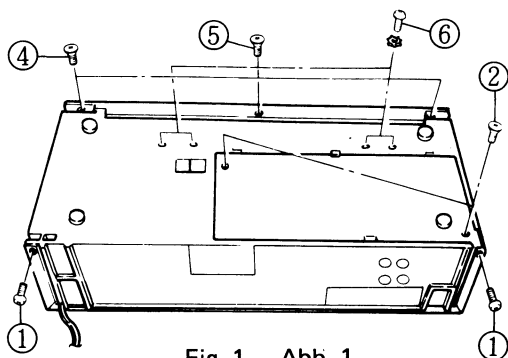
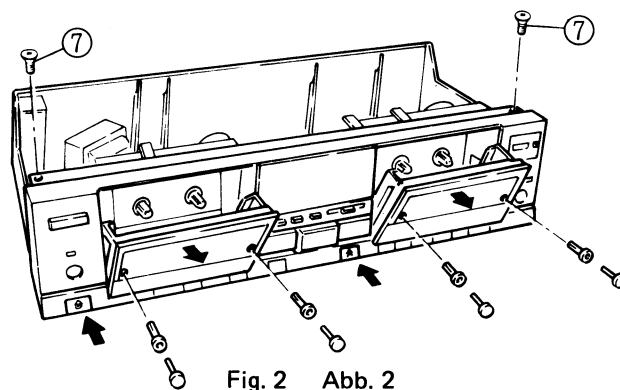
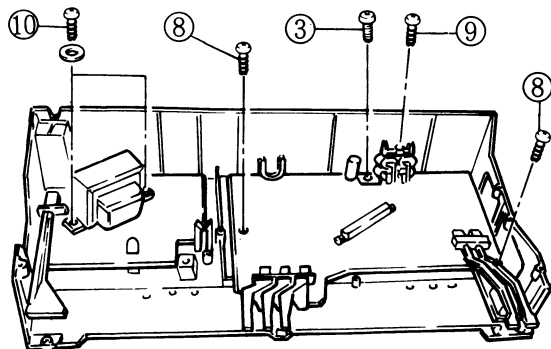

Fig. 1 Abb. 1
Fig. 2 Abb. 2
Fig. 3 Abb. 3
1. **Top Cover (Fig. 1)**
2. **Bottom Cover (Fig. 1 and Fig. 3)**
3. **Cassette Lid (Fig. 2)**
4. **Front Panel and Cassette Chassis (Fig. 1 and Fig. 2)**
5. **Main P.W. Board (Fig. 3)**
6. **Power P.W. Board (Fig. 3)**
1. **Obere Abdeckung (Abb. 1)**
2. **Untere Abdeckung (Abb. 1 und Abb. 3)**
3. **Cassettenschachtdeckel (Abb. 2)**
- 4. Frontplatte und Cassetten-Chassis (Abb. 1 und Abb. 2)**
- 5. Haupt-Leiterplatte (Abb. 3)**
- 6. Netzteil-Leiterplatte (Abb. 3)**
- 1. Plaque supérieure (Fig. 1)**
- 2. Plaque inférieure (Fig. 1 et Fig. 3)**
- 3. Trappe à cassettes (Fig. 2)**
- 4. Panneau de façade et châssis de cassette (Fig. 1 et Fig. 2)**
- 5. Carte à circuits imprimés principale (Fig. 3)**
- 6. Carte à circuits imprimés d'alimentation (Fig. 3)**